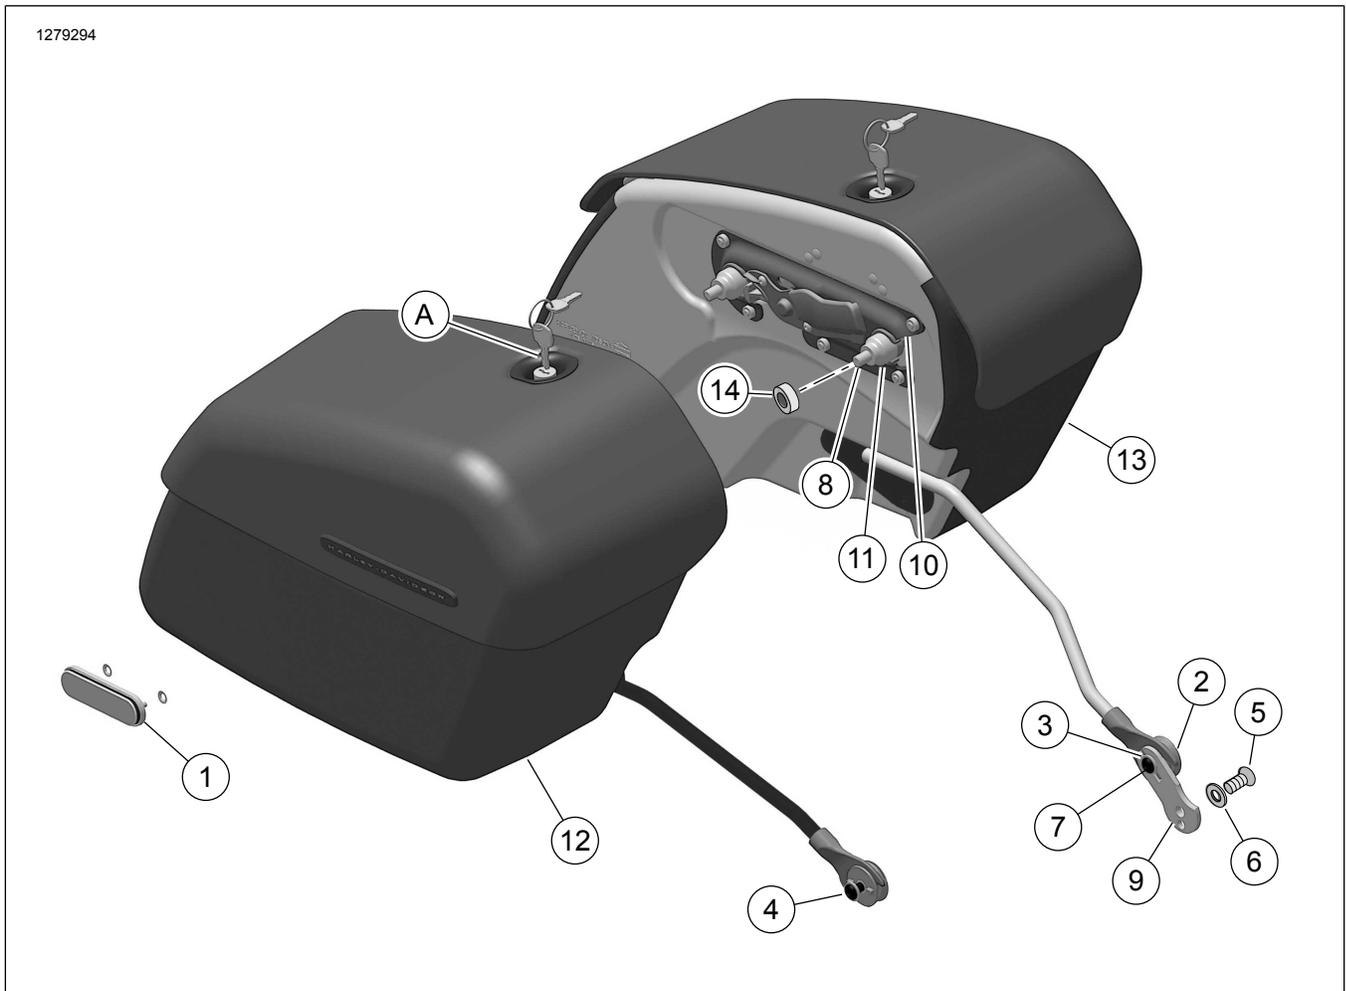

Figure 1. Contenu du kit : Kits de sacoche détachable
Consultez Figure 1 et Tableau 2 .
- Consultez Figure 1 . Ouvrir la sacoche.